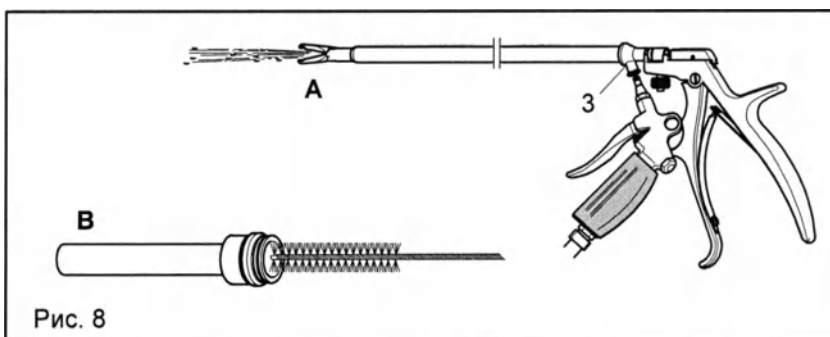

Рис. 8
- ◇ Ручная очистка / дезинфекция (рис. 8)
- ◆ С помощью моечного пистолета промойте клипсовый аппликатор (А) через соединение Люэра (3) минимум 5 толчками давления.